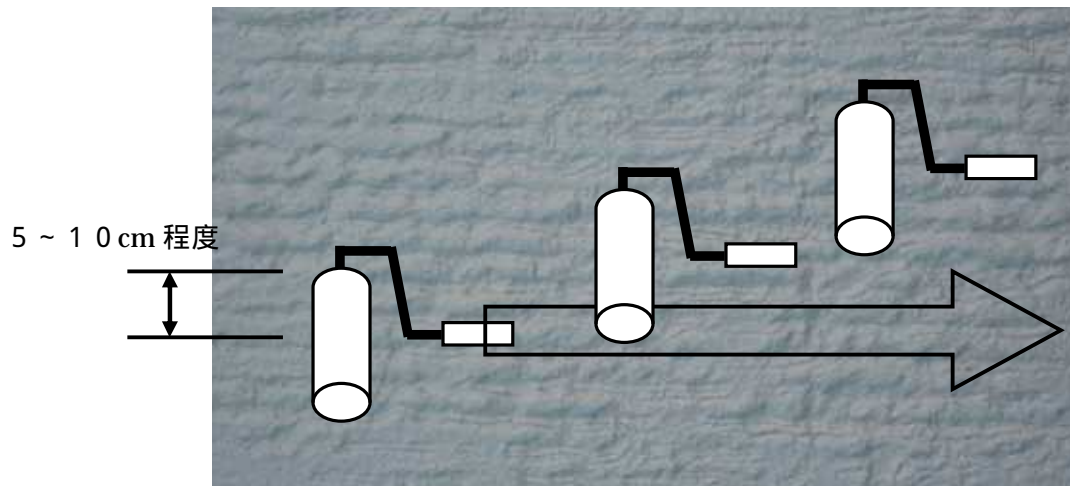

図3
- ・配り塗りしたJP(W)100が乾燥しないうちに、JR-188を横方向に転がしパターン付けを行ってください(図3)。
隣のパターンと5～10cm程度、交差するようにローラーを転がしてください。(図3)